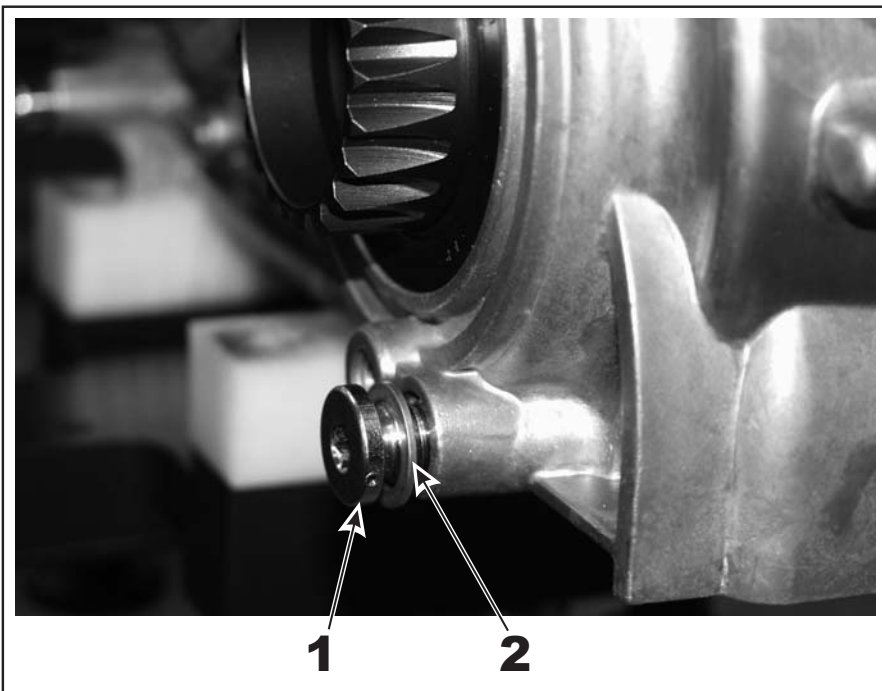

Bild 3
- ◆ **Hinweis:** Durch Entfernen der Ablassschraube (1) (siehe Bild 3) mit Dichtring (2) kann das Öl vom Getrieberaum abgelassen werden. Die Ablassschraube ist vor dem erneuten Einschrauben zu reinigen, ein neuer Dichtring ist zu verwenden.